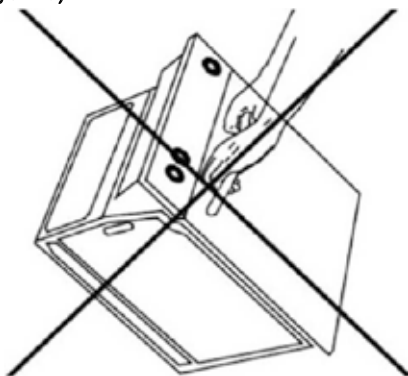

Rys. 15
- ❖ Procedura wymiany żarówki opisana jest poniżej (patrz: rys. 15).
1. Wykręć szklaną osłonę żarówki (A), obracając ją w kierunku przeciwnym do kierunku ruchu wskazówek zegara.